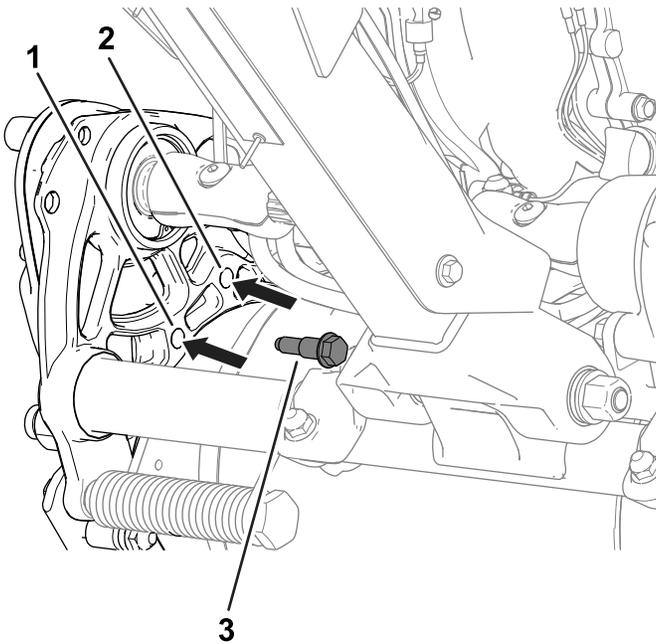

Figure 19
2. De chaque côté de la machine, retirez les boulons à épaulement (Figure 19) qui fixent le boîtier du mécanisme d'entraînement du tambour au châssis.
4. Fixez le boîtier du mécanisme d'entraînement au châssis avec les boulons à épaulement retirés précédemment (Figure 19).